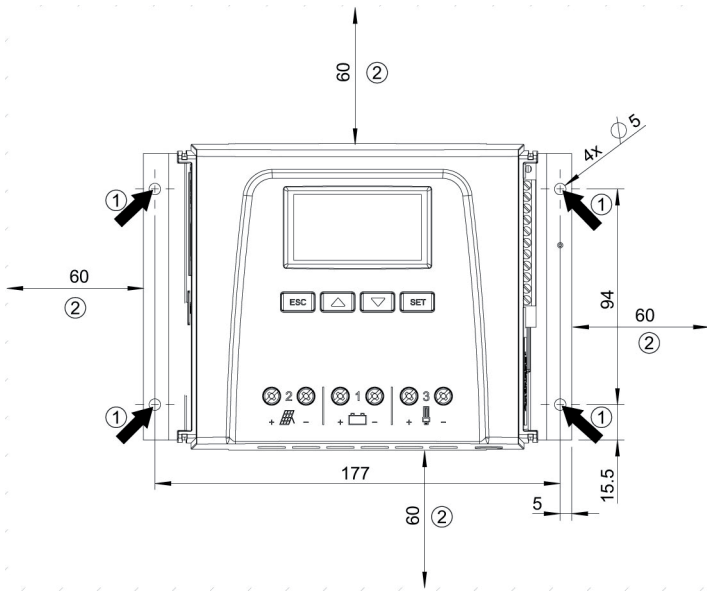

Abb. 11 Befestigungsöffnungen ① und Freiräume ②
- Um den Regler ist allseitig ein Freiraum von mindestens 60 mm vorhanden. Der Freiraum bezieht sich auf den Regler *ohne* Abdeckungen; siehe ② in Abb. 11.
- Nicht durch die Befestigungsöffnungen ① (Abb. 11) bohren.
3. ➔ Regler waagrecht an die Montagefläche anlegen und Montagebohrungen durch die Befestigungsöffnungen ① anzeichnen.